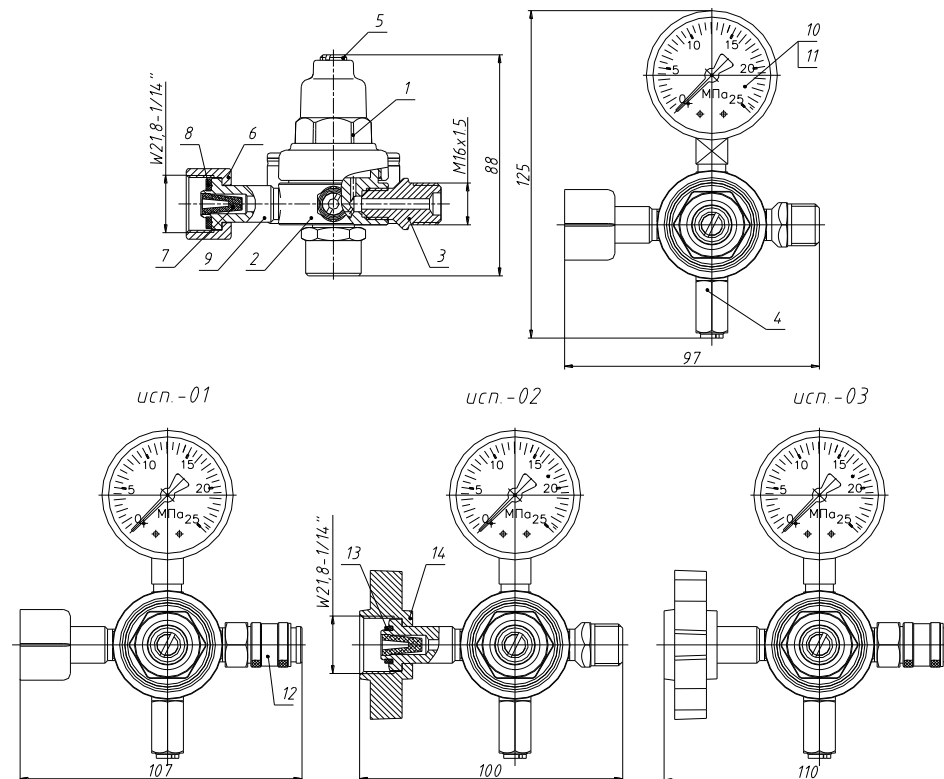

Рис. 1. Редуктор баллонный кислородный одноступенчатый:
- Наибольшее давление газа на входе, МПа (кгс/см2) 20 (200);
- Наибольшая пропускная способность, м3/ч (л/мин) 5,4 (90);
- Наименьшее давление газа на входе, МПа (кгс/см2) 1 (10);
- Габаритные размеры, мм, не более см. рис.1;